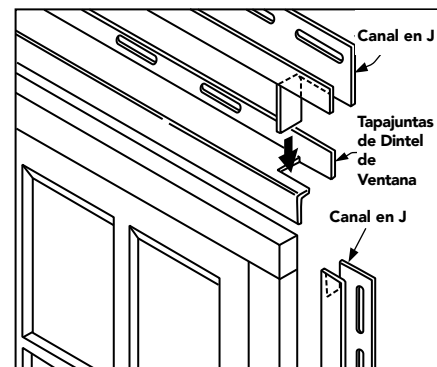

Figura 31
- Instale tapajuntas de dintel rígidos (tapas de drenado) encima de la parte superior del marco exterior cubriendo la hoja que se aplicó previamente. Los extremos de los tapajuntas de dintel rígidos deben extenderse a los extremos de los lados del canal en J. Corte una muesca en los extremos de los tapajuntas del dintel del tapajuntas y dóblelos hacia abajo sobre los lados del marco exterior. Los tapajuntas rígidos deben ser sellados al entablado exterior y a las partes superiores del marco exterior (Figura 31).
- Corte a inglete la brida libre a 45° y doble la lengüeta hacia abajo para cubrir los extremos laterales (Figura 31). Se puede usar el mismo corte a inglete y la lengüeta en la parte inferior de la ventana, según el estado del antepecho. El canal en J debe calzar justo contra la ventana.